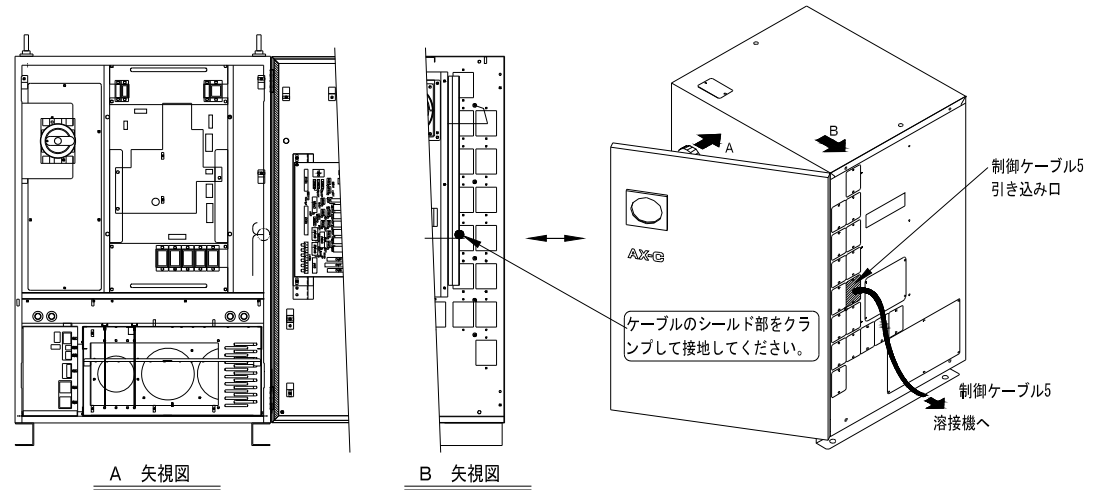

図 2.1.4 制御ケーブル5の接続（ケーブル引き込み）
- 2 制御ケーブル5のコネクタを、図 2.1.4に示す引き込み口から、ロボット制御装置内部へ引き込みます。